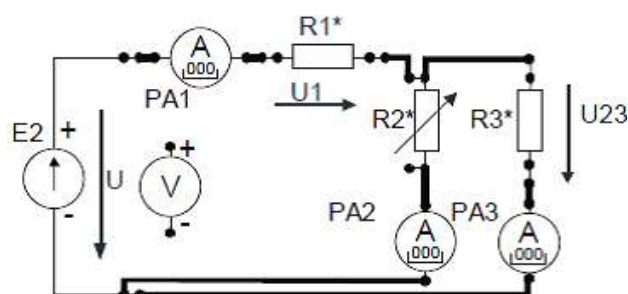

Рисунок 10
2. Собрать цепь со смешанным соединением резисторов (рис. 10). Собрать цепь со смешанным соединением резисторов, выбрав элементы цепи и величину напряжения питания в соответствии с заданным вариантом (табл. 12). Представить схему для проверки преподавателю.